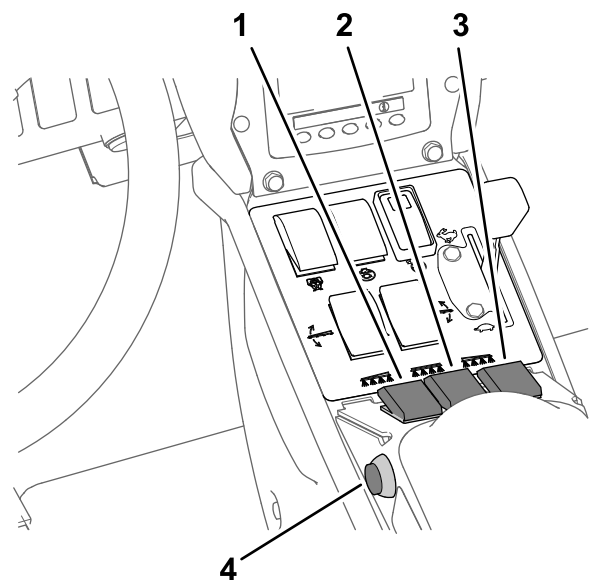

Figura 30
7. Impostate l'interruttore (o interruttori) delle sezioni di irrorazione in posizione di ACCENSIONE (Figura 30).
10. Guidate alla velocità desiderata e poi impostate l'interruttore principale delle sezioni in posizione di ACCENSIONE per iniziare a irrorare (Figura 30).
3. Impostate l'interruttore principale delle sezioni in posizione di SPEGNIMENTO; fate riferimento alla Figura 30 in Irrorazione in modalità con volume di applicazione (pagina 34).
7. Impostate gli interruttori delle singole sezioni, come opportuno, in posizione di ACCENSIONE; fate riferimento alla Figura 30 in Irrorazione in modalità con volume di applicazione (pagina 34).
9. Guidate alla velocità desiderata e poi impostate l'interruttore principale delle sezioni in posizione di ACCENSIONE per iniziare a irrorare; fate riferimento alla Figura 30 in Irrorazione in modalità con volume di applicazione \(pagina 34\).